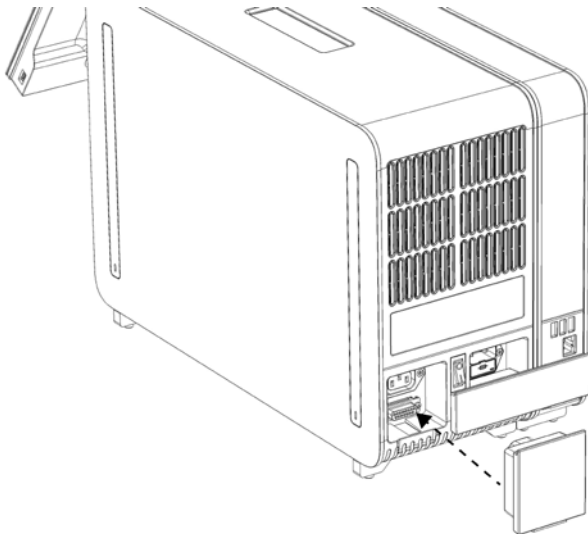

Figura 9. Conectando a Ponte de terminação.
6. Conecte a Ponte de terminação na parte traseira do Módulo analítico (Figura 9, página seguinte).